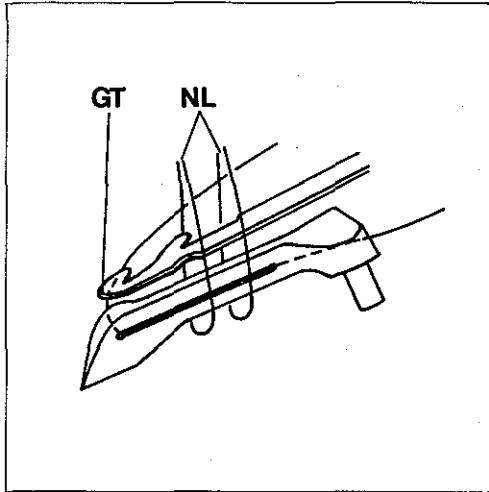

Fig. 57
The setting of the lower knife tip described in item 3 is a basic adjustment. The setting has to be checked according to Figs. 57 and 58.
Die Einstellung der Untermesserspitze nach Punkt 3 ist eine Grundeinstellung. Die Einstellung muß entsprechend der Fig. 57 und 58 geprüft werden.
The lower knife must pass through the needle thread loops (NL, Fig. 57) and deflect the looper thread at edge (GT).
Das Untermesser muß durch die Nadelfadenschlingen (NL, Fig. 57) hindurchgehen und an der Kante (GT) den Greiferfaden ablenken.